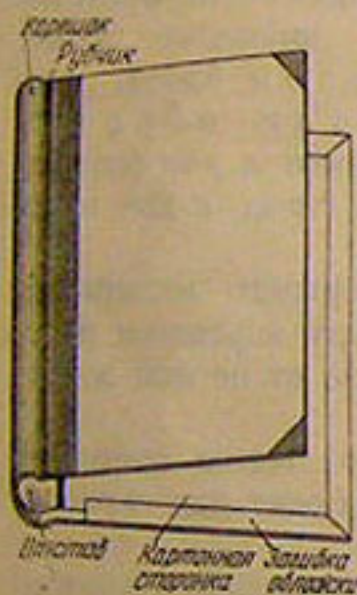

Рис. 8. Переплетная крышка
**Переплетная крышка** (рис. 8)—это более прочная «верхняя одежда» книги, чем обложка. Она хорошо предохраняет страницы книги от загрязнения и порчи. Переплетная крышка в зависимости от конструкции может быть цельной или составной.